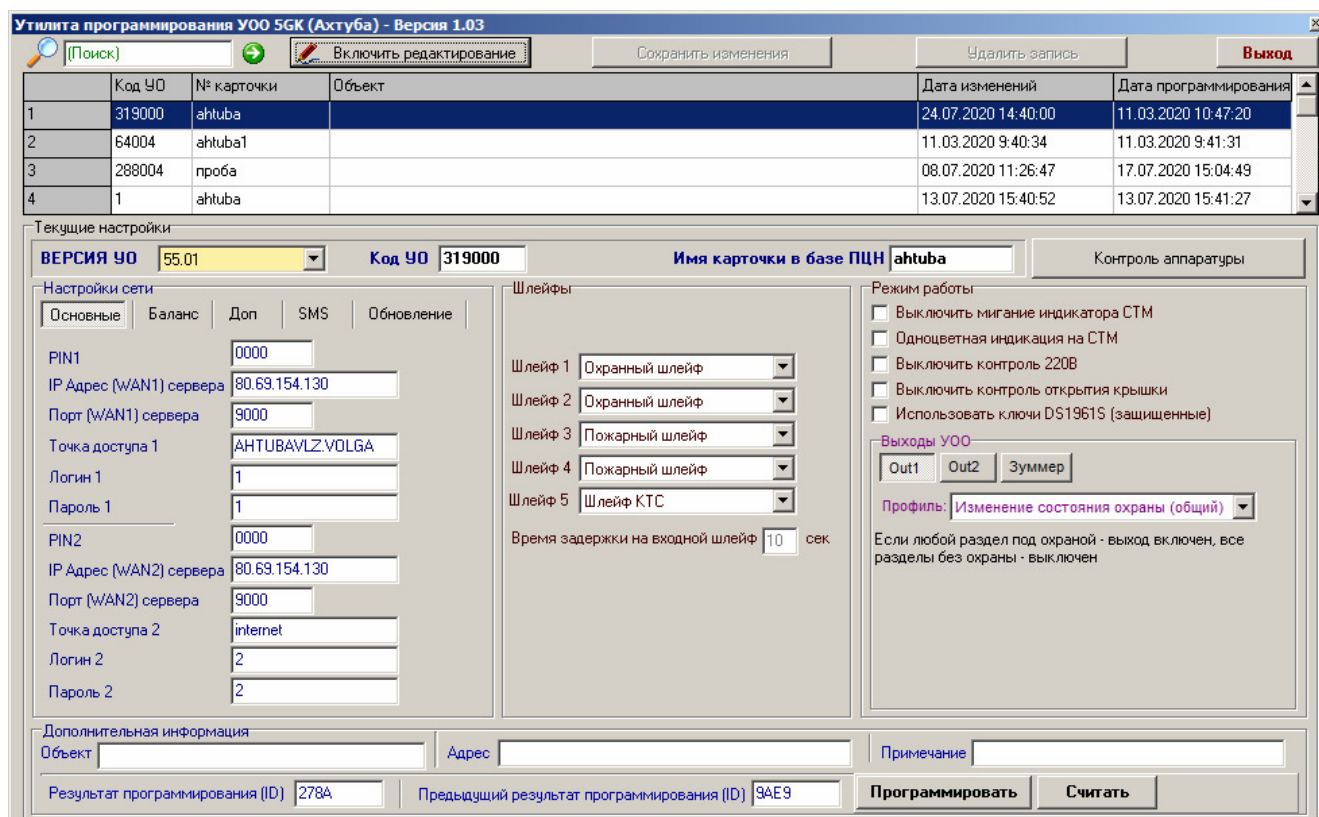

Рисунок 1. Программирование УОО.
5.4 Включите питание на УОО и запустите утилиту «Prog_5GK.exe» (см. рисунок 1). Утилита может содержать несколько тысяч записей, каждая из которых соотносится с реальным УОО. Для программирования конкретного УОО необходимо использовать любую свободную строку записи с пустыми полями. Нажмите кнопку «Редактирование», чтобы включить режим редактирования полей, в которые необходимо ввести и сохранить данные, полученные от инженера ПЦН «Ахтуба».